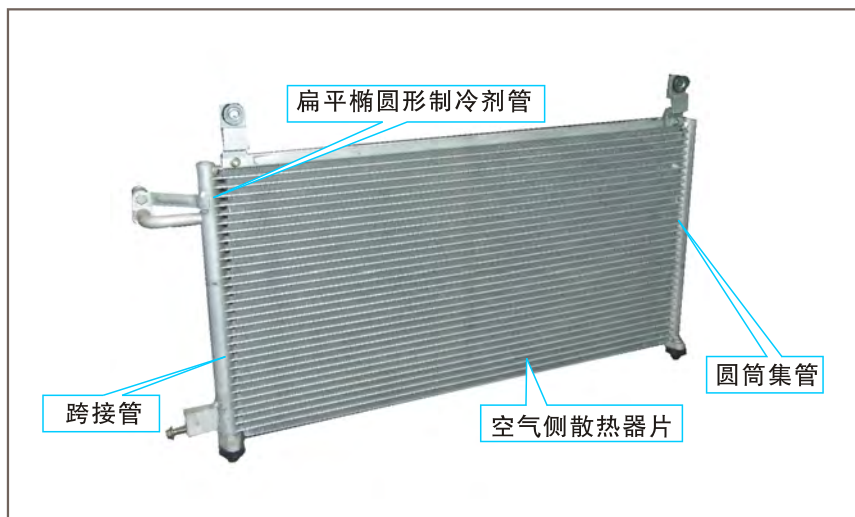

图8-4 平流式冷凝器
① 冷凝器的结构：华普海迅轿车用冷凝器为平流式冷凝器（如图8-4），其作用是将压缩机排出的制冷剂蒸气进行冷却和冷凝，使之放出热量并将气态的制冷剂变成液态制冷剂。
② 冷凝器工作过程：平流式冷凝器改变了传统的制冷机单通方式而采用平行流设计，即在冷凝器入口端有一分配管，使制冷剂均匀进入平流式冷凝器的每支传热管中，并在出口端由另一支收集管